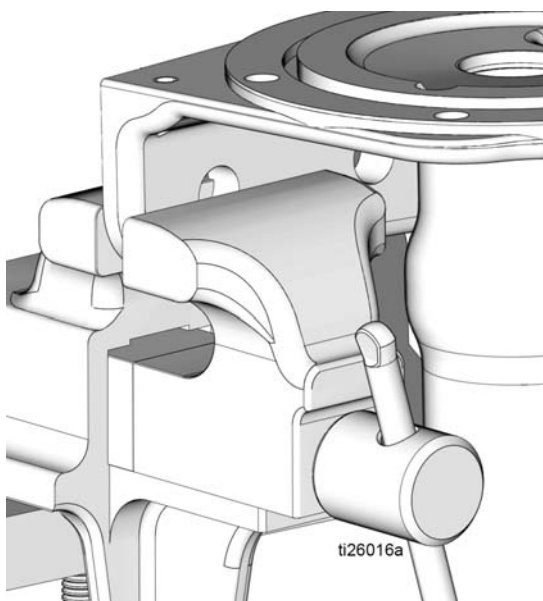

FIG. 29
1. Utilizzare un panno pulito per pulire la base della pompa (1) e rimuovere sporco o contaminanti. Ispezionare la superficie per verificare l'eventuale presenza di graffi e/o danni. Sostituire la pompa se la sua base è danneggiata.
2. Se necessario, riposizionare la base della pompa (1) nella morsa come mostrato in FIG. 29.